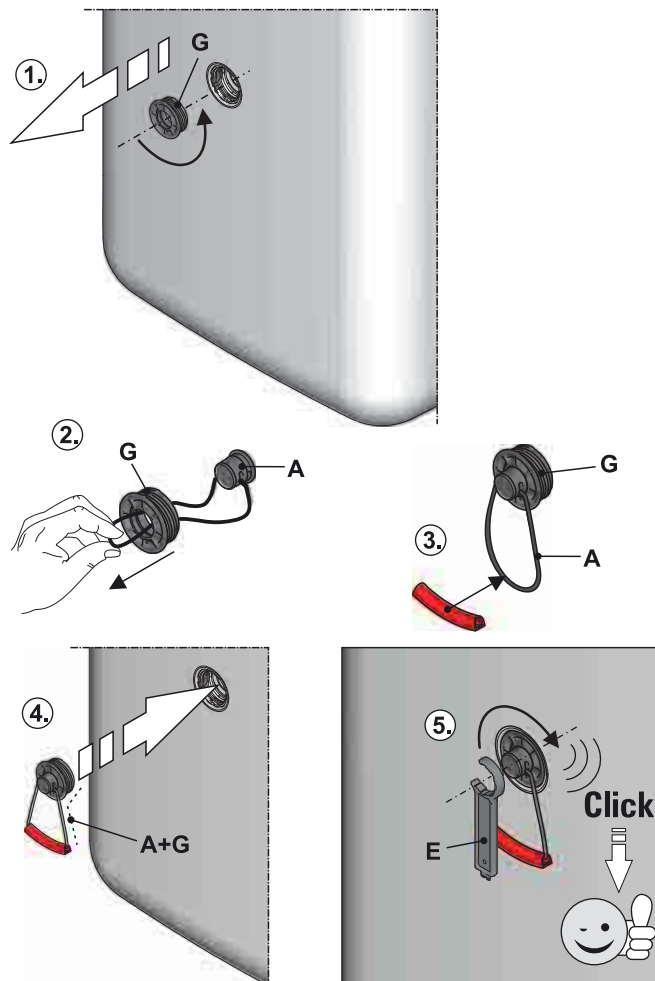

Figura 4-9 Montar las asas (véase la leyenda figura 4-8)
- Desenroscar del acumulador de agua caliente las inserciones roscadas (figura 4-9, pos. G), en las que deben montarse los lazos de transporte.